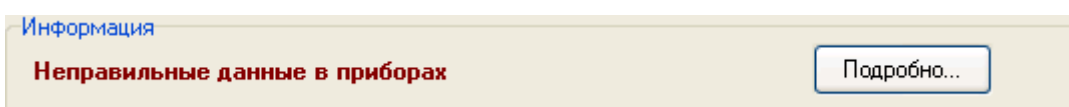

Рисунок 6-852 Сообщение о данных идентификатора, для которого информация в БД не соответствует хранимой в приборах конфигурации
- для тех идентификаторов, настройки которых не соответствуют хранимой в приборах конфигурации, отображается пометка «неправильные данные в приборах» (см. Рисунок 6-852), а в списке паролей данные записи отображаются коричневым цветом.